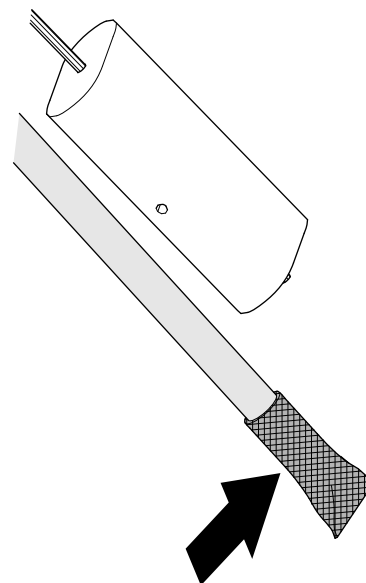

Рисунок 95
1. Очистите сетчатый фильтр на конце топливозаборной трубы (Рисунок 95).